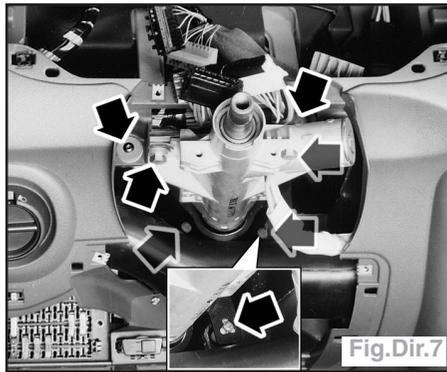

Fig.Dir.7
- Déposer les vis et les écrous de fixation de la colonne (Fig.Dir.7) puis dégager celle-ci en évitant d'endommager le soufflet de tablier.